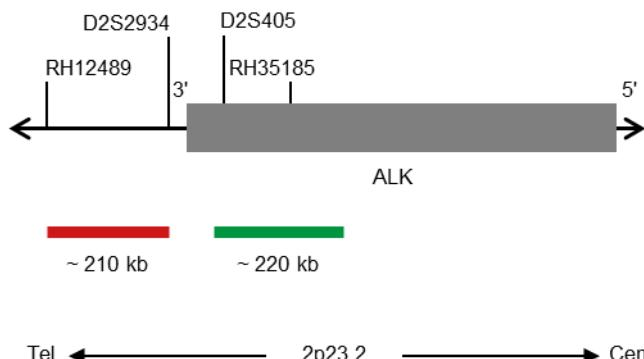

Fig. 1: SPEC ALK Mapa da sonda (não à escala)
- Polinucleótidos marcados com digoxigenina (~0,50 ng/μl), que têm como alvo sequências mapeadas em 2p23.2* (chr2:29,460,144-29,681,581) proximais à região do ponto de quebra ALK (ver Fig. 1).
- Polinucleótidos marcados com dinitrofenilo (~0,75 ng/μl), que têm como alvo sequências mapeadas em 2p23.2* (chr2:29,174,204-29,383,335) distal à região do ponto de quebra ALK (ver Fig. 1).